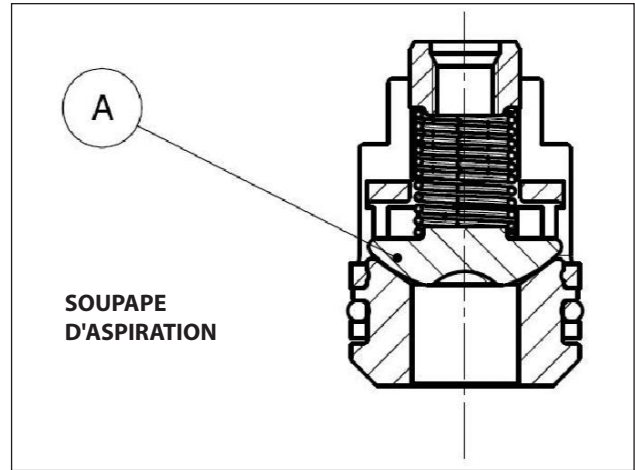
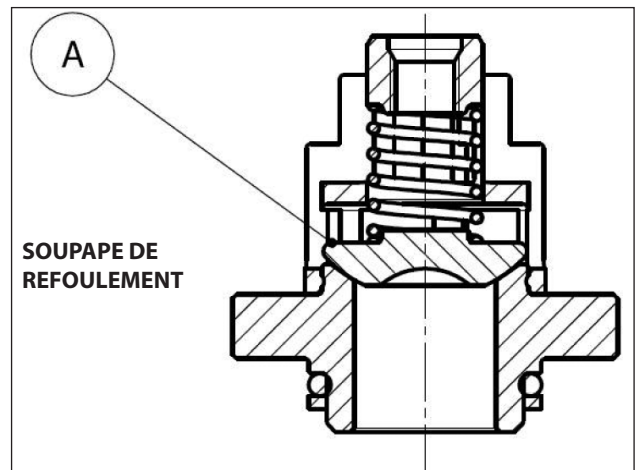

Fig. 26
Fig. 27
**2.** Pour la version HF18, faire également attention à ne pas inverser les soupapes sphériques d'aspiration avec celle de refoulement « A » (Fig. 26, Fig. 27), rep. vue éclatée 46, en suivant les explications figurant au chapitre 16 du *Manuel d'utilisation et entretien*.